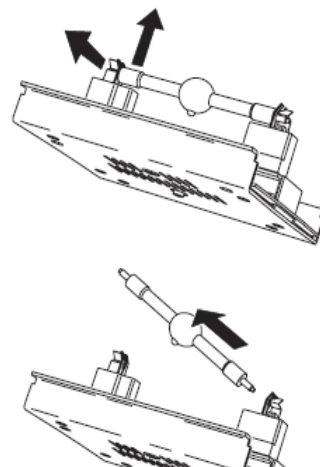

图5：安装灯泡
3. 参见图5。将插座左边末端的弹簧拉起来, 然后松开灯泡的一端, 再将整个灯泡拿起来。